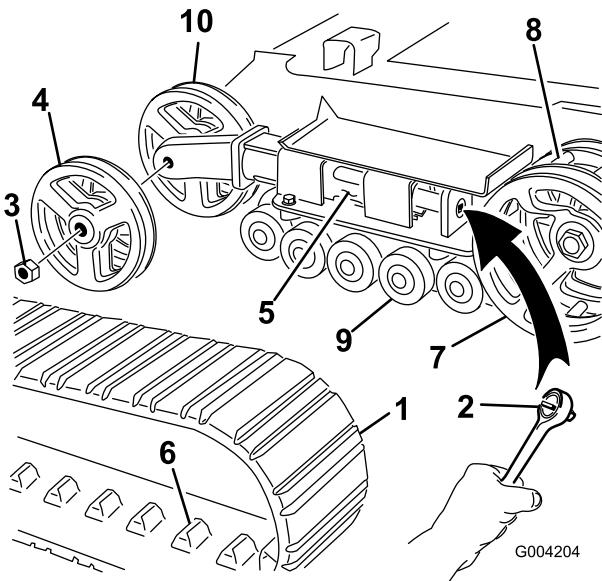

Bild 47
4. Lösen Sie die Antriebsspannung mit einem Sechskantschlüssel (1/2 Zoll), indem Sie die Spannschraube nach rechts drehen (Bild 45 und Bild 47).
5. Drücken Sie das Spannrad zur Rückseite der Maschine, um den Druckschlauch gegen den Rahmen zu bewegen (Bild 47). (Wenn es den Rahmen nicht berührt, drehen Sie die Spannschraube so lange, bis es funktioniert.)
6. Nehmen Sie die Mutter ab, mit der das äußere Spannrad befestigt ist. Nehmen Sie das Rad ab (Bild 47).
7. Nehmen Sie die Kette ab (Bild 47).
8. Nehmen Sie die Mutter ab, mit der das innere Spannrad befestigt ist. Nehmen Sie das Rad ab (Bild 47).
12. Setzen Sie das innere Spannrad ein und befestigen Sie es mit der vorher abgenommenen Mutter (Bild 47).
14. Montieren Sie die neue Kette. Achten Sie darauf, dass die Stollen in der Kette zwischen die Distanzstücke in der Mitte des Antriebsrads passen (Bild 47).
15. Setzen Sie das äußere Spannrad ein und befestigen Sie es mit der vorher abgenommenen Mutter (Bild 47).